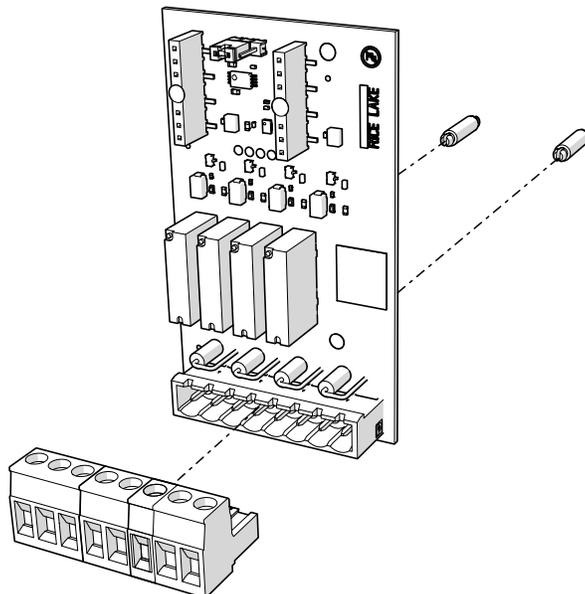

Figura 1. Kit scheda relè opzionale
La Figura 1 e la Tabella 1 illustrano le parti fornite nel kit della scheda relè opzionale:
3. Collegare i due elementi isolatori alla scheda opzionale come illustrato nella Figura 1 a pagina 1.